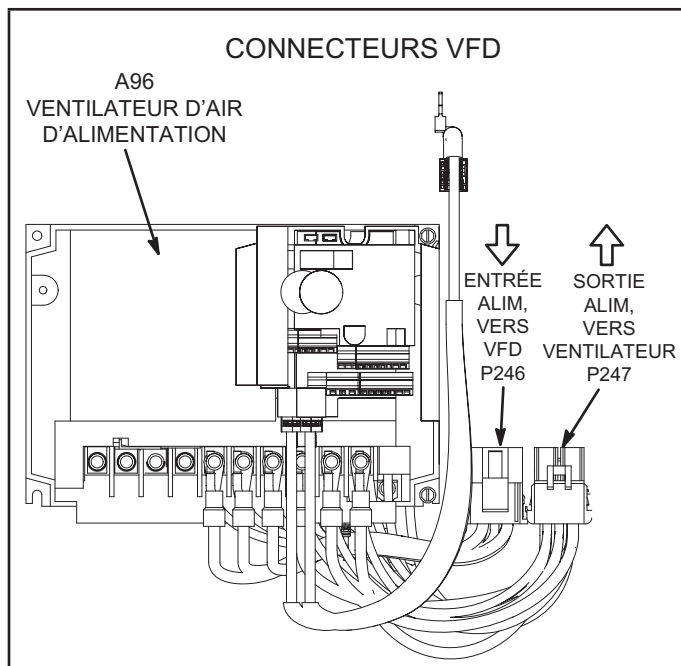

FIGURE 40
- 2 - Localisez les connecteurs P246 et P247 près du VFD. Reportez-vous à la FIGURE 40.